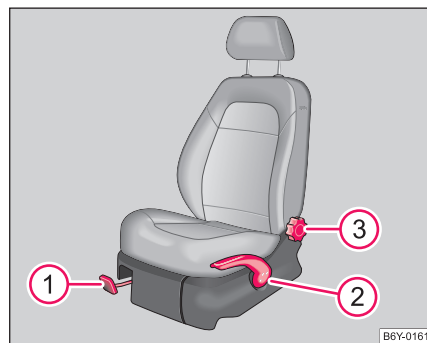

Fig. 43 Elemente de comandă pentru reglarea scaunelor
- Trageți maneta ① ⇒ Fig. 43 în sus și trageți scaunul în poziția dorită.
- Eliberați maneta ① și împingeți scaunul până când auziți sunetul specific de fixare.